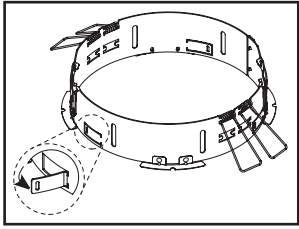

Figure 32
- Pour éviter un déplacement dans l'ouverture du boîtier/plafond, utilisez un tournevis à tête plate pour dégager les 4 languettes de centrage sur l'assemblage d'anneaux Retrofit (Figure 32.).